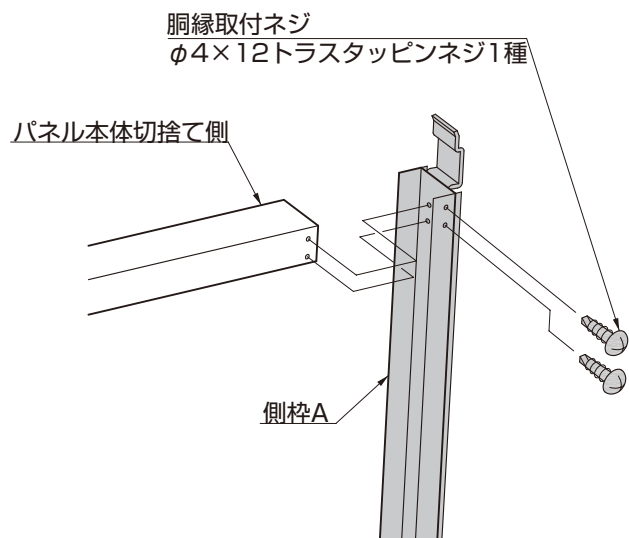

図3-4
- ⑤ パネル本体切捨て側から「胴縁取付ネジ」を外し、側枠Aを取り外してください。(図3-4参照)